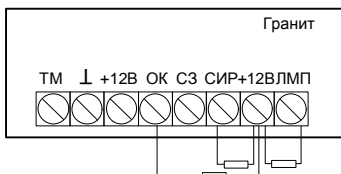

Рис.2
4. В неиспользуемые клеммы «ОК», «СИР», «ЛМП», «+12В» установите резисторы, как показано на рис. 2.